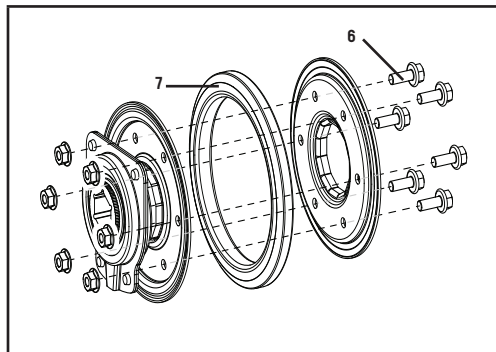

Figure 48
6. Dévissez les 6 boulons M6 x 16 (6) de l'assemblage du disque d'embrayage afin de jeter l'anneau en caoutchouc utilisé de la roue de friction (7) et de le remplacer par un anneau neuf. (figure 48).